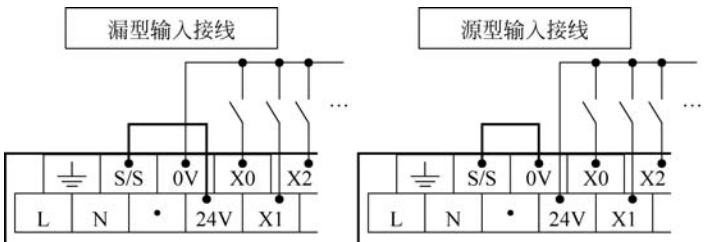
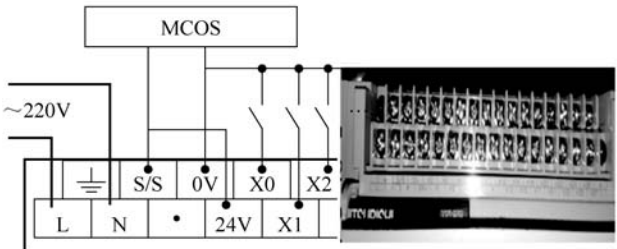

图 3-2 PLC 输入端
图 3-3 PLC 输入端
(1) 当输入端连接传感器的时候,有些需要 24V 供电,这个时候需要区分传感器类型,根据要求选择是+24V 还是 0V 与 S/S 连接,确保连接正确,传感器才能正常工作。输入接线如图 3-2 和图 3-3 所示。
(2) 在程序设计时,X 只由外部开关等信号控制,不可以在程序中出现 OUT X0 类型的写法。